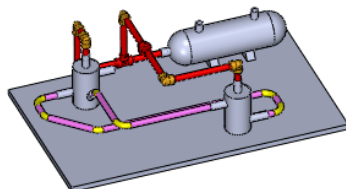

图 11.9.19 管道线路 3 的创建
Step8. 退出编辑状态。单击 **装配体** 工具条中的“编辑装配体”按钮 , 完成图 11.9.19 所示的管道线路 3 的创建。